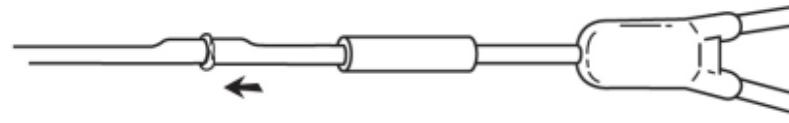

Fig. 7
7. Schieben Sie die Metallkanülen des Ersatzkatheters ganz in den Katheter (Fig. 7).